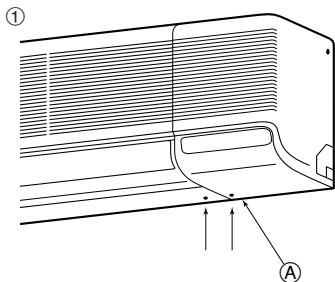

Fig. 3-6
1) Tuberías trasera, derecha e inferior (Fig. 3-6)